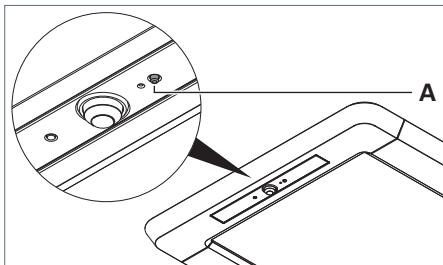
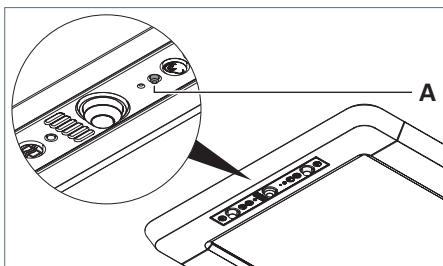

Fig. 33: Reset durchführen, Ausführung R.
Fig. 34: Reset durchführen, Ausführung RX.
- ▶ Drücken Sie die Taste **A**, halten Sie die Taste gedrückt und schließen Sie die Leuchte wieder an die Stromversorgung an, siehe Fig. 33 und siehe Fig. 34.